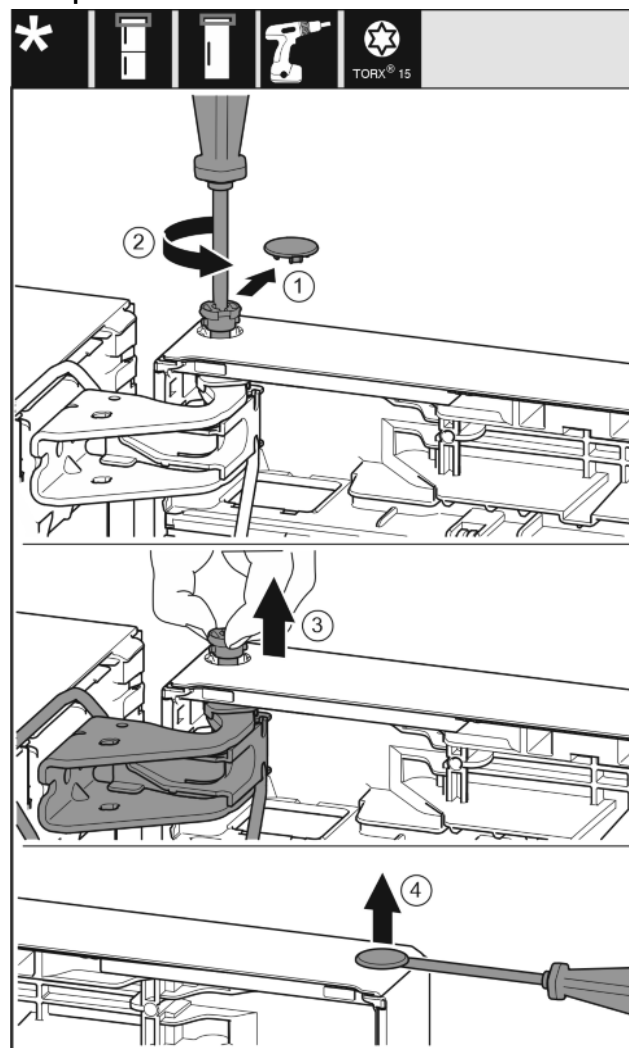

Fig. 18
- ▶ Previdno snemite varovalni pokrov. *Fig. 18 (1)*
- ▶ Sornik nekoliko izvijte z izvijačem T15. *Fig. 18 (2)*
- ▶ Držite vrata in s prsti izvlecite sornik. *Fig. 18 (3)*
- ▶ S ploščatim izvijačem previdno dvignite čep iz ležajne doze vrat in ga izvlecite. *Fig. 18 (4)*